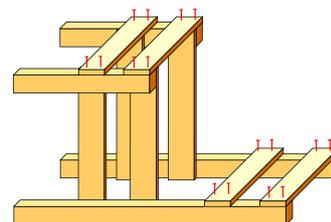

図3 脚とまく板・背板の接合
3. 脚に、③まく板、⑤背板を接着剤及び釘で接合する（図3）。